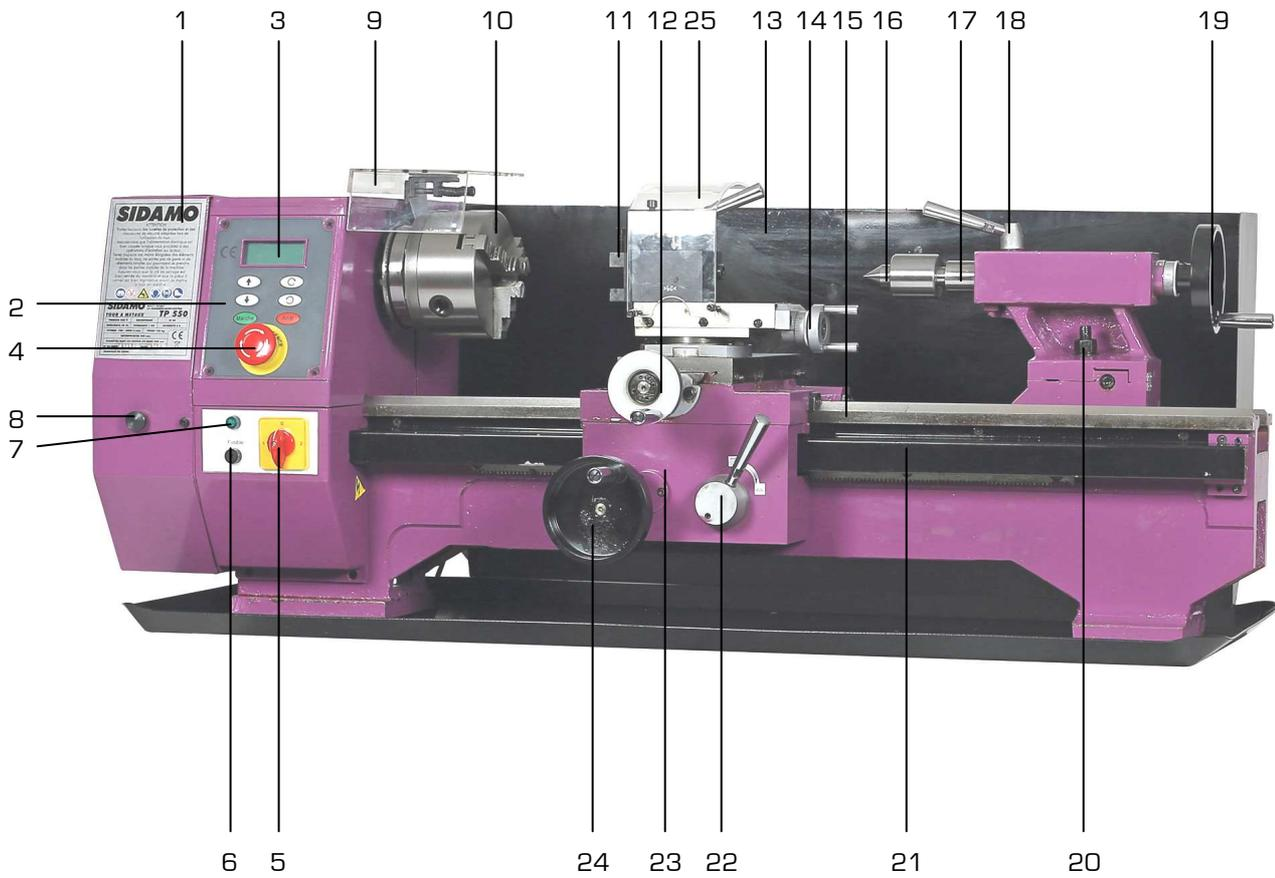

Figure 1
- La boîte à engrenages est protégée par un carter (1 fig.1) qui s'ouvre à l'aide de la poignée (24 fig.1).
- Le train d'engrenages entraîne la vis-mère (21 fig.1). La vis-mère agit comme une vis sans fin et active le levier d'avance automatique (19 fig.1) qui engage un écrou avec la vis-mère.